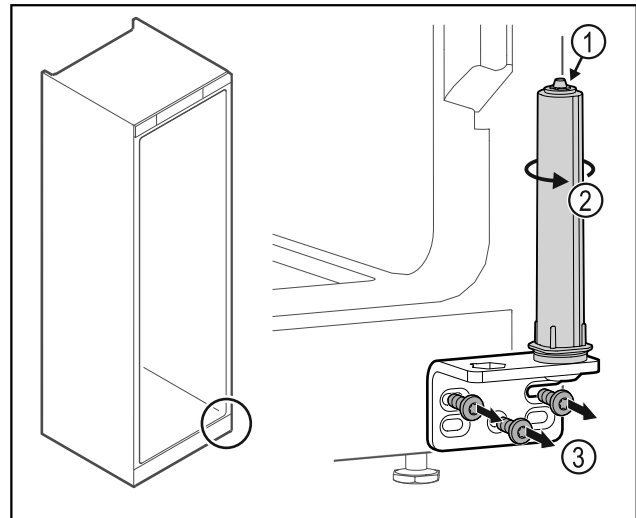

Fig. 46
- ▶ Не разглобявайте затварящата система на вратата Fig. 46 (1).
- ▶ Въртете затварящата система Fig. 46 (2), докато тя щракне.
- ▶ Развийте ъгъла на пантата Fig. 46 (3).